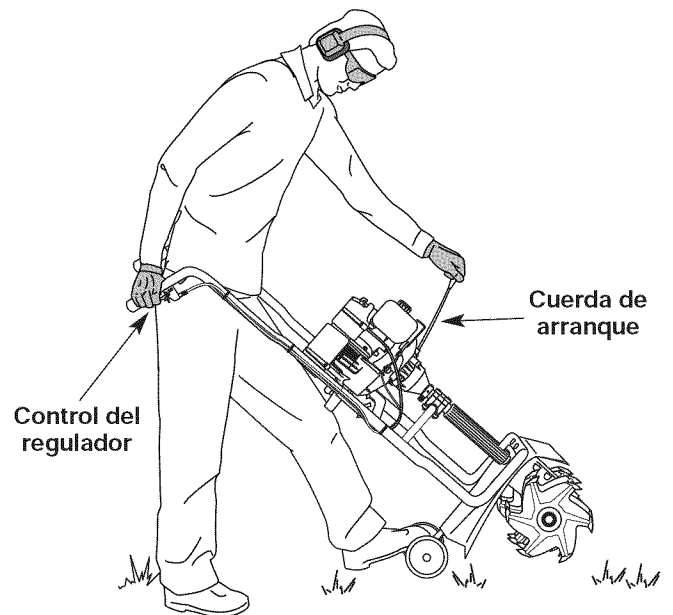

Fig. 8
ADVERTENCIA: Evite los arranques accidentales. Colóquese en posición de inicio cuando tire de la cuerda de arranque (Fig. 8). El operador y la unidad deben estar en una posición estable al arrancar la unidad para evitar graves lesiones personales.
5. Párese entre las barras del manubrio y sostenga la unidad colocando su pie izquierdo en el ensamble de soporte de la rueda y sosteniendo el mango del manubrio con su mano derecha (Fig. 8).